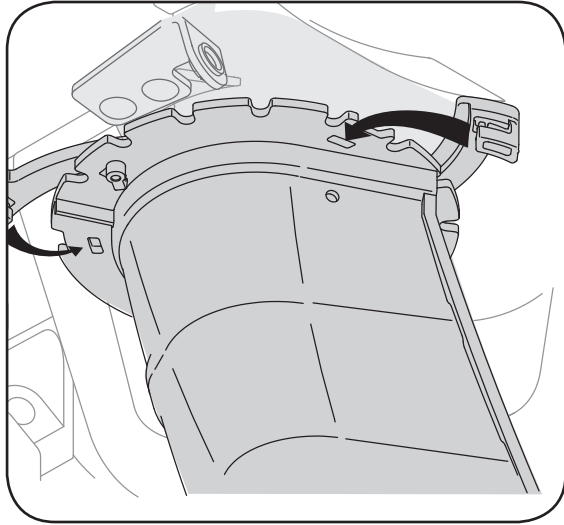

Figure 3-4
4. Fermez les brides pour maintenir la goulotte sur sa base. Elles se mettront en place automatiquement. Voir la Figure 3-4.